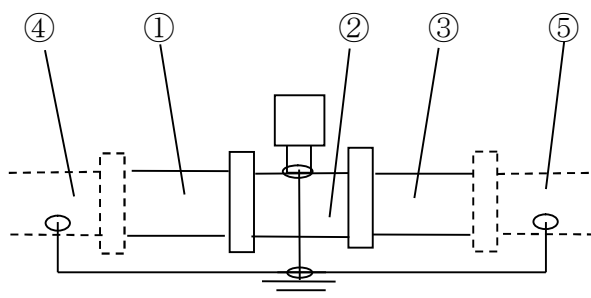
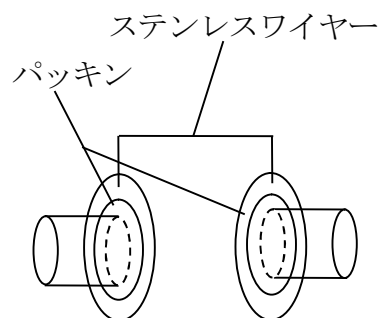

図1
図2 特殊アースリング外観
アースが取られていない場合には、流体ノイズ等の影響で不具合を起こすことが考えられますので、室内等やむを得ずアースが近くに取れない場合は、下図1に示しますように上流配管（①）、下流配管（③）、電磁の首アース（②）の3点を共通接続して3点が同電位（管アース）となるようにしてください。但し、配管の材質が樹脂製や内面コーティング等絶縁されている場合には3点が同電位になりませんので上流配管（④）、下流配管（⑤）の導通管部に接続して3点が同電位となるようにしてください。全て絶縁管で3点が同電位にできない場合は、下図2に示します様な特殊アースリングを用意しておりますので最寄りの支店・営業所へお問い合わせください。